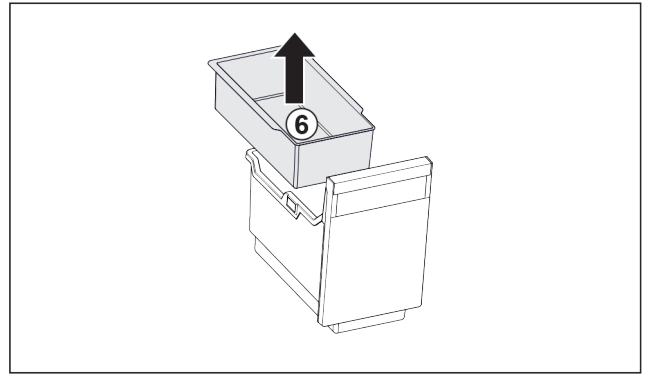

Fig. 100
- ▶ Võtke riputusliud Fig. 100 (6) välja.